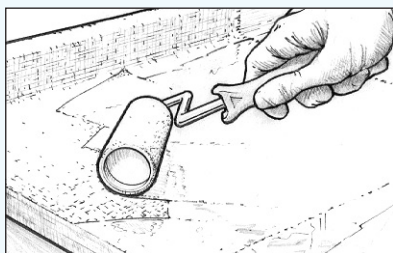

Figure 28 Enduire la surface pour combler l'armure avant que la surface cesse d'être poisseuse.
9. Enduisez la surface pour combler l'armure du tissu avant que la surface cesse d'être poisseuse (*Figure 28*). Suivez la procédure pour l'enduit final dans le paragraphe suivant. Deux ou trois couches seront nécessaires pour combler complètement l'armure du tissu et permettre un ponçage final qui n'endommagera pas le tissu.